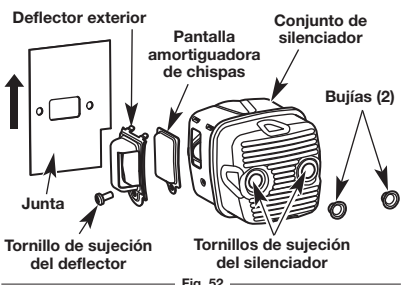

Fig. 52
- Use una llave Torx T27 para sacar los dos tornillos de retención del silenciador (Fig. 52).
- Inserte los dos tornillos de retención del silenciador en el conjunto de silenciador. Coloque la junta detrás del conjunto de silenciador, de modo que los dos tornillos de retención del silenciador pasen a través de los dos agujeros de la junta. Cerciórese de que el extremo estrecho de la junta mire hacia la parte inferior del conjunto de silenciador (Fig. 52). Inserte el conjunto de silenciador y la junta en la cavidad en la parte frontal de la unidad, de modo que los tornillos queden alineados con los dos agujeros de los tornillos en la cavidad delantera. Apriete los tornillos de retención del silenciador a un par de 80 a 90 pulg/lbs. Si fuera necesario, mientras apriete los tornillos, sujete la junta desde el lado con un par de alicates de punta larga. Si necesita ayuda para alcanzar el par de apriete adecuado, lleve la unidad a un distribuidor de servicio autorizado.